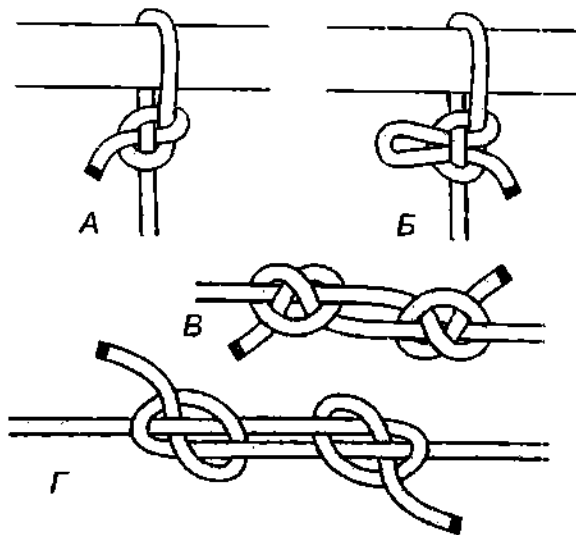

Рис. 951. А – сваечная петля; Б – быстроразвязывающаяся сваечная петля; В – богатырский узел; Г – связывание двух концов сваечными узлами.
**Сваечный узел** был очень популярен среди моряков. В основном он использовался как временный узел при подаче инструментов и обтягивании линя и шкимушгара при клетневании. **Сваечный узел** в разных комбинациях с верёвкой может быть чрезвычайно полезен во всевозможных ситуациях. С помощью **сваечного узла** можно прикрепить верёвку к опоре, можно связать два конца верёвки, а также **сваечный узел** является неплохим контрольным узлом (рис. 951, 952). На завязывание узла тратится минимум верёвки, узел легко запоминается, быстро вяжется и так же быстро – хоть с петелькой (**быстроразвязывающийся**), хоть без петельки – развязывается. Затянутые узлы остаются тугими, поэтому контрольный **сваечный узел** не развязывается самопроизвольно, как, например, контрольный **простой узел**.